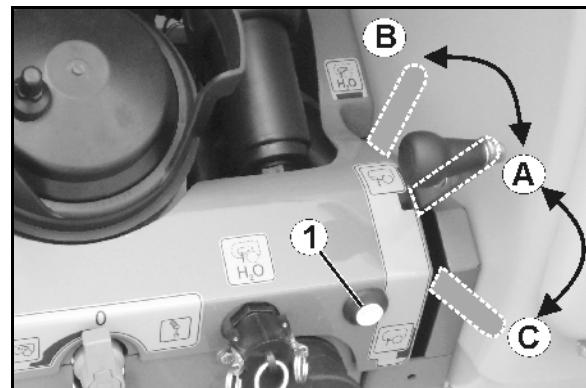

Fig. 87
- knappen på betjeningsfeltet (Fig. 87/1).